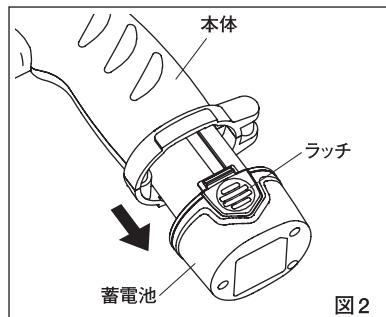

図2
- ①蓄電池のラッチ部を押しながら蓄電池を本体から取外します。(図2)